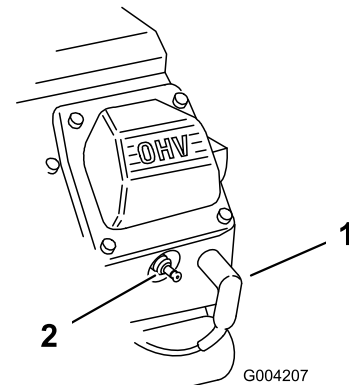

Bild 50
- Ziehen Sie die Zündkerzenstecker ab (Bild 50).
3. Stecken Sie die Kabel auf die Zündkerzen (Bild 50).